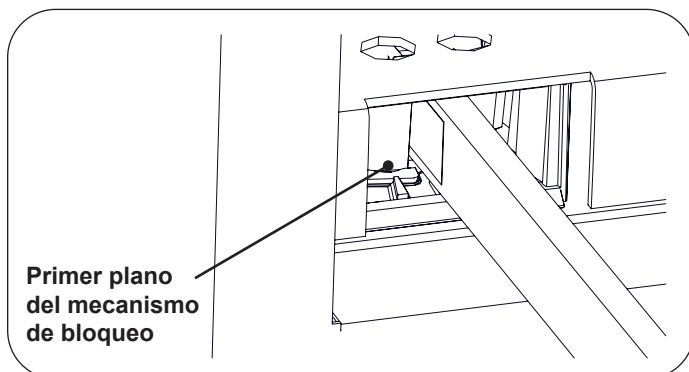
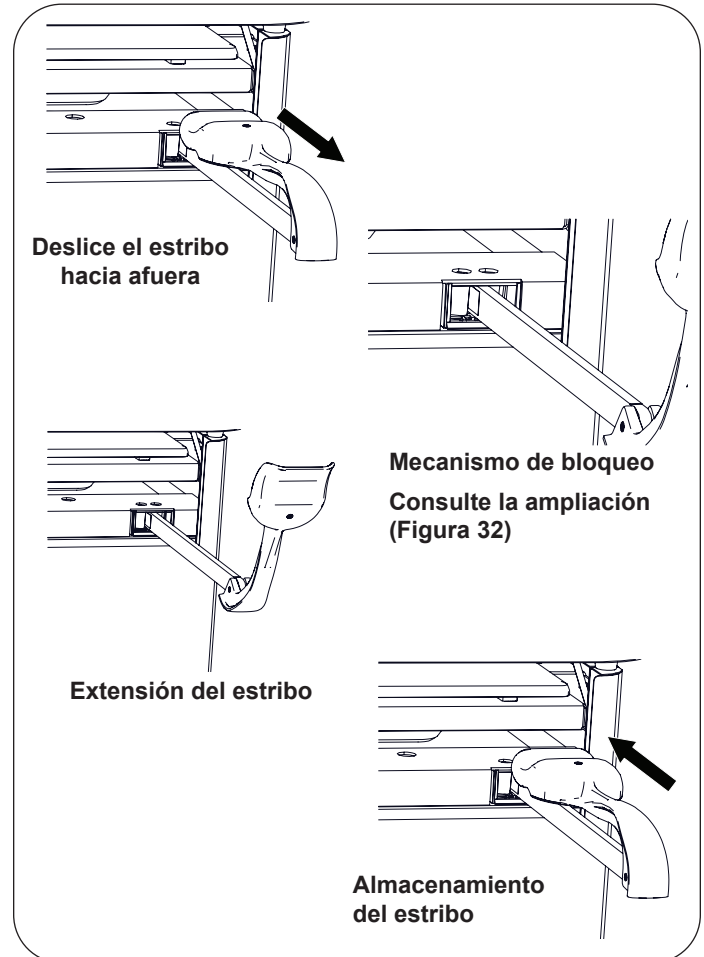

Figura 32. Mecanismo de bloqueo del estribo
Figura 33. Estribos
1. Para operar los estribos, agarre el extremo del estribo y tire de él directo hacia fuera de la mesa (Figura 33). Levante levemente mientras desliza el estribo hacia fuera.
2. Cuando se alcanza la posición deseada, baje el estribo para enganchar el mecanismo de bloqueo lateral (Figura 32 y Figura 33).